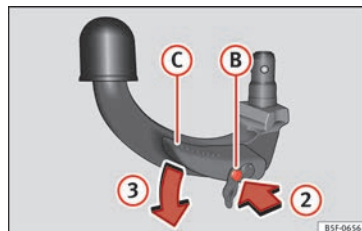

Fig. 227 Paso 2
- Presione el perno de desbloqueo (B) el sentido de la flecha ② y al mismo tiempo presione la palanca (C) el sentido de la flecha ③ hasta el tope » fig. 227.